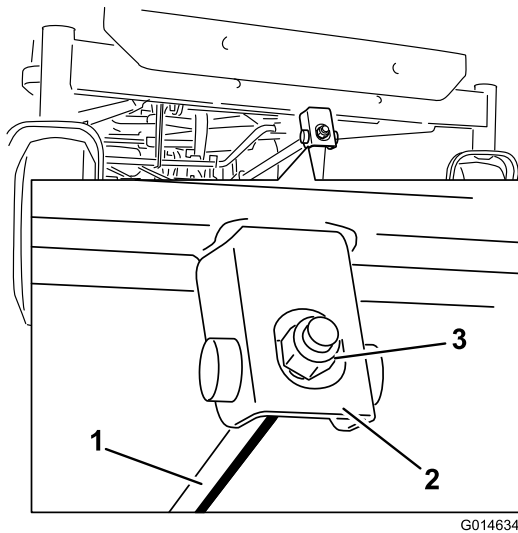

**Figure 53**
4. Faites pivoter les lames avec précaution pour faire passer les pointes avant à l'arrière (Figure 53).
5. Mesurez la distance entre la pointe de la lame avant et la pointe de la lame arrière par rapport à la surface plane (Figure 53).
9. Une fois le réglage effectué, vérifiez à nouveau l'inclinaison avant/arrière des lames; continuez d'ajuster l'écrou jusqu'à ce que la pointe avant de la lame soit de 1,6 à 8 mm (1/16 à 5/16 po) plus bas de la pointe arrière (**Figure 53**).